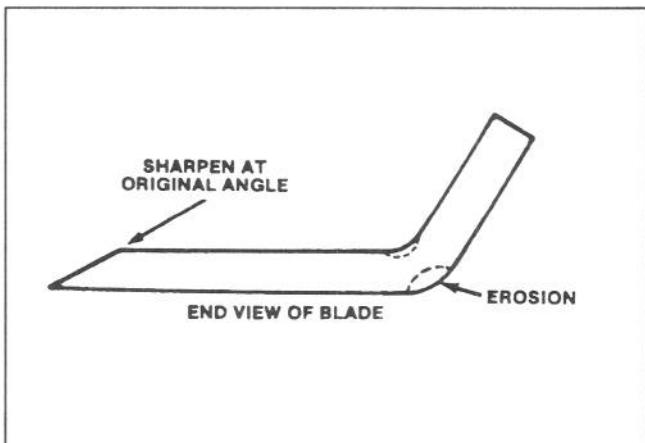

Figure 16
Vérifier la lame de coupe chaque fois que la machine est mise debout. Si le boulon retenant la lame est desserré, le serrer de 6,2 à 8,1 kg/m. Si la lame ou la courbure (Fig. 16) à l'extrémité de la lame est usée ou félée, remplacer la lame. La remplacer également si elle est tordue ou déséquilibrée. Toujours utiliser les véritables lames de recharge TORO, afin d'assurer la sécurité et une performance optimale. NE JAMAIS UTILISER UNE LAME DE REMplacement WILL-FIT.
7. A l'aide d'une lime, aiguiser le tranchant aux deux extrémités de la lame (Fig. 16).